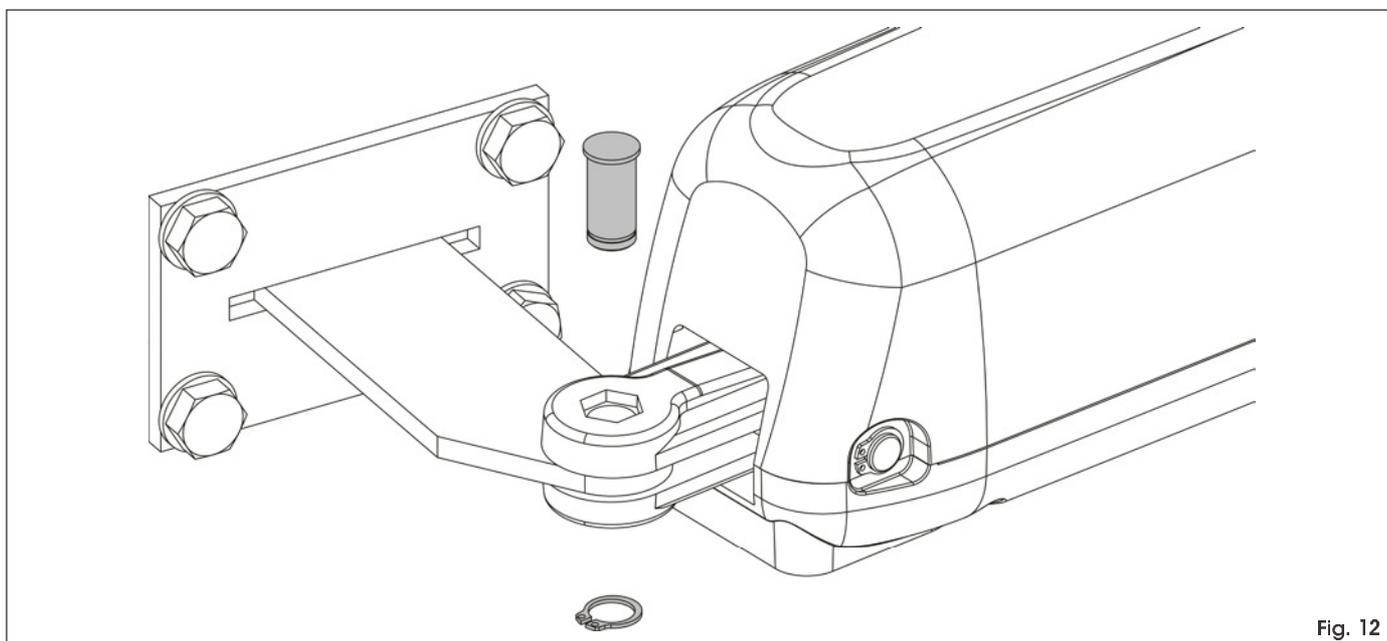

Fig. 12
5. Fissare l'operatore alla staffa posteriore tramite i perni in dotazione come indicato in Fig.12.